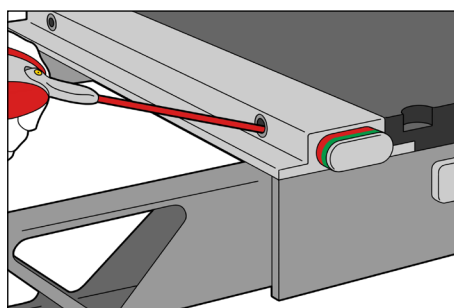

Fig. 4
4. Pulverizați lubrifianț în orificii. (Fig. 4)
6. Pulverizați din nou lubrifianț în orificii. (Fig. 4)